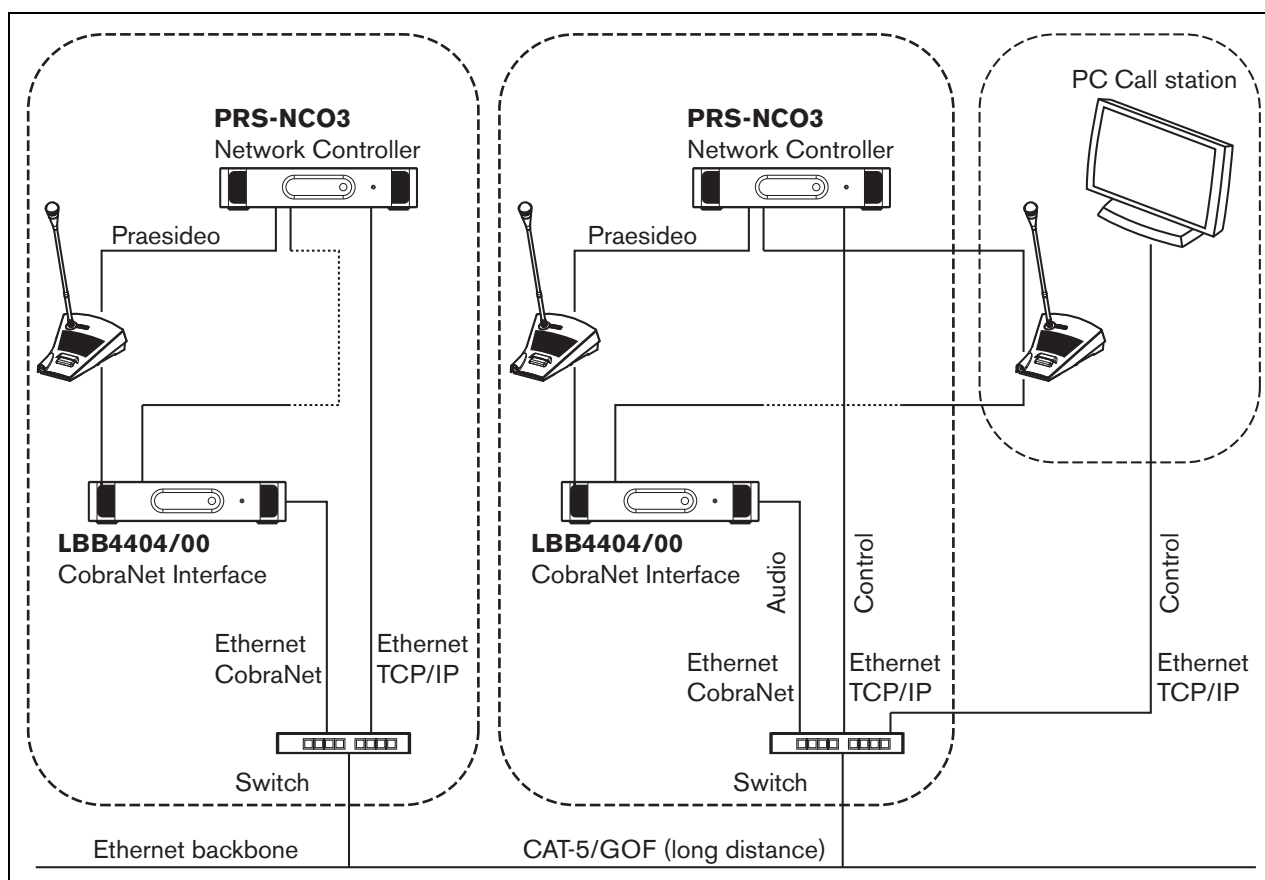

figure 33.4: Raccordement de systèmes
- Raccorder les systèmes Praesideo (voir figure 33.4 pour un exemple).